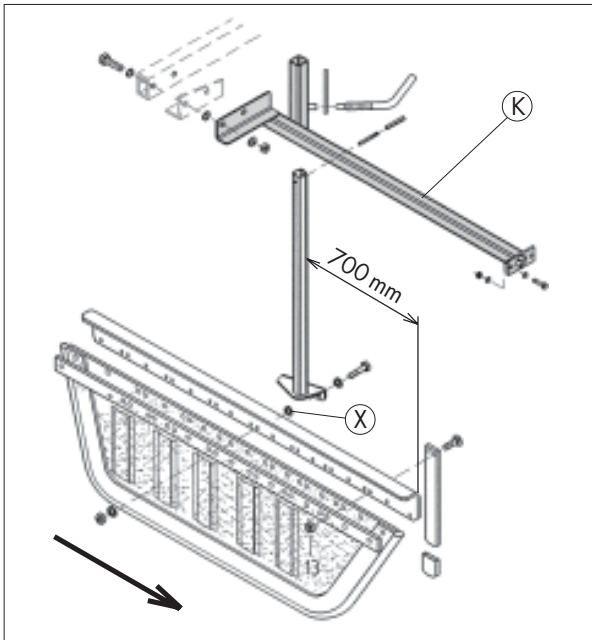

Afbeelding 3-21
Beschermbeugel (B) wordt eerst in de achterste boring (X) van frame (R) gestoken, helemaal naar achteren geschoven en dan in de voorste boring gestoken. Bevestig beschermbeugel (B) samen met veer (F) en de plaatjes met behulp van de boutspie aan frame (R) (afbeelding 3-21). Gebruik hiervoor de inhoud van zak Q.
Bevestig afwijsbeugels (D) en (E) met de montage-onderdelen uit zak R (afbeelding 3-21).